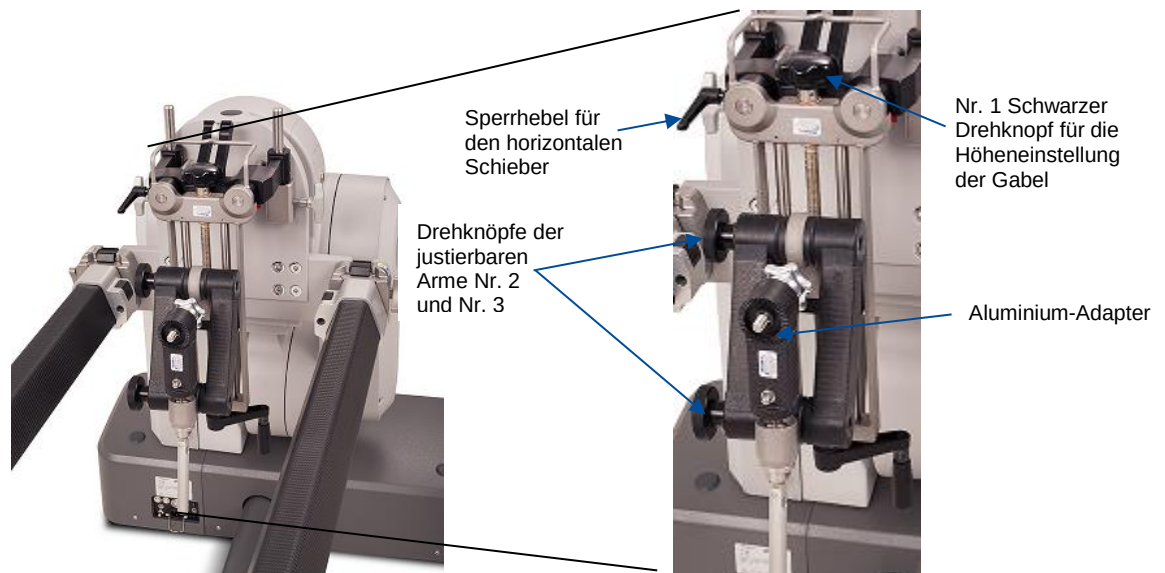

Abbildung 92: Komponenten der HWS-Management-Grundeinheit
7. Nachdem die HWS-Management-Grundeinheit am ProAxis® montiert ist, kann der Adapter, an dem die Schädelklemme sitzt, eingestellt werden (Abbildung 92).
- b. Über jeden der schwarzen Drehknöpfe (Nr. 1, 2 und 3 in Abbildung 92) an der Unterbaugruppe kann die Baugruppe so lange justiert werden, bis die gewünschte Position erzielt ist.